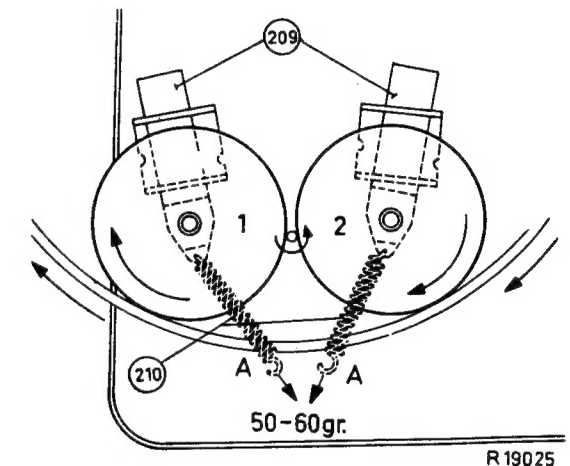

Fig. 23
- Die Federspannungen gemessen bei Punkt A (Siehe Abb. 23) müssen 50 bis 60 Gramm betragen.